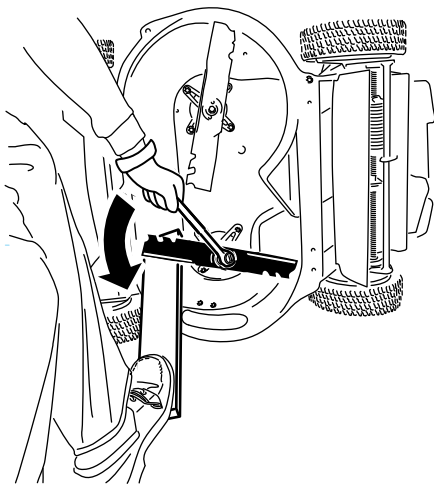

Figura 36
1. Usate un blocco di legno per tenere ferma la lama e ruotatela in senso antiorario come mostrato in Figura 36.